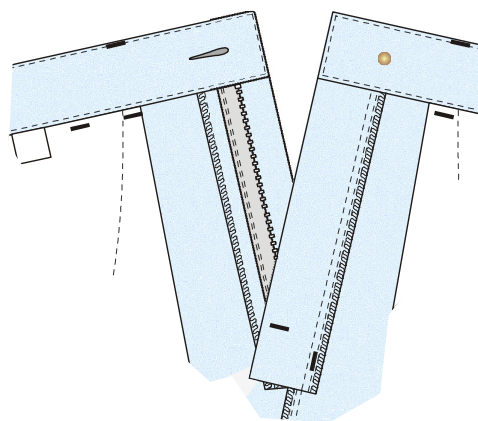

Figura 7- Detalhes internos da braguilha
Etiquetas de identificação e conservação da peça inseridas internamente na linha da cintura do dianteiro (ver figura 7 e item 3.6 – etiquetas).